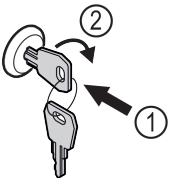

Fig. 157
- ▶ Introducir la llave Fig. 157 (1).
- ▶ Girar la llave 90° en sentido horario Fig. 157 (2).